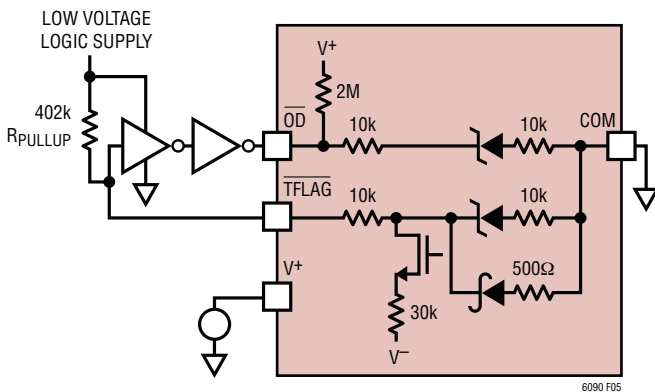

图 5：采用 TFLAG 引脚的自动热输出停用 (不平衡分离电源或单电源应用)
- 在  $COM$  引脚接地、但  $V^-$  电源处于地电位的  $0V$  和  $-3V$  之间的场合中，必须使用一个逻辑缓冲器以强制  $\overline{OD}$  至一个逻辑低电平，如图 5 所示。图 5 中的上拉电阻器 ( $R_{PULLUP}$ ) 必须选择得足够大以保证逻辑缓冲器具有一个逻辑低电平。对于大多数 CMOS 放大器而言，这需要至少  $402k$  的上拉电阻。或者，倘若  $COM$  引脚浮置也可以不需要逻辑缓冲器。当  $COM$  浮置时，可简单地将  $\overline{OD}$  直接连接至  $TFLAG$  以实现正确的热停机运作。